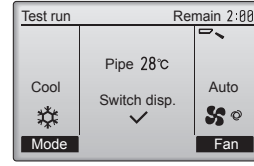

Fig. 6-6
- ① [F1] düğmesine basarak, "Cool" (Soğutma) ve "Heat" (Isıtma) çalışma modları arasında geçiş yapın. (Fig. 6-6)